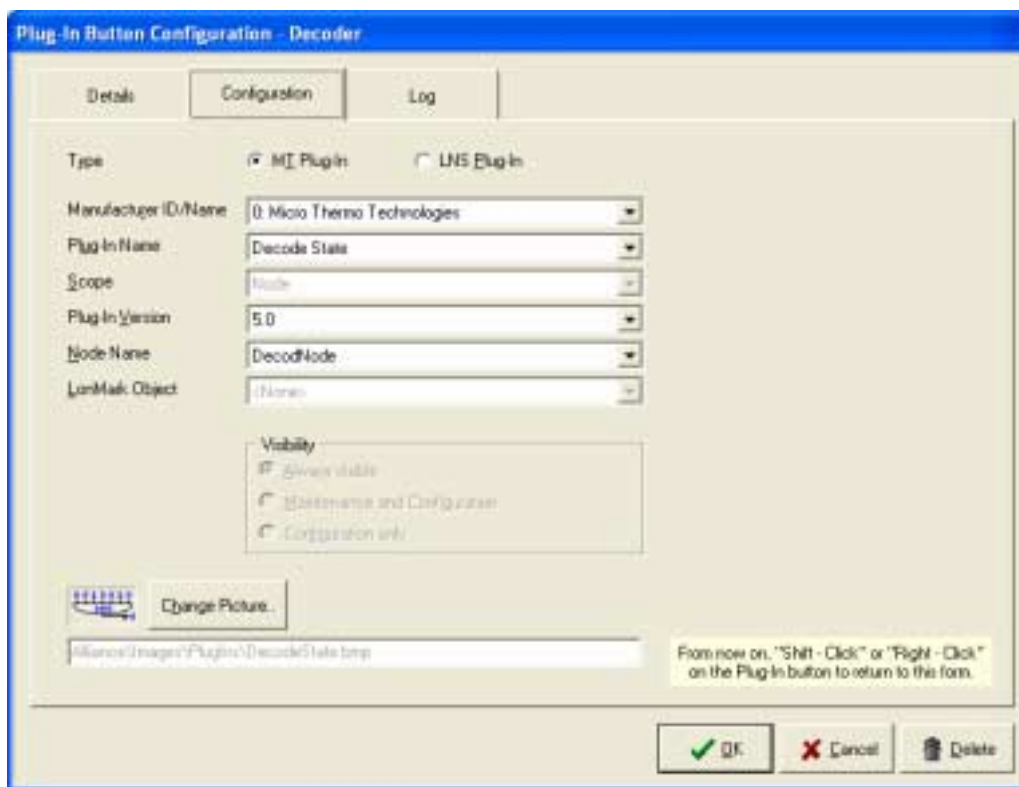

Figure 7 – Configuration du bouton du plugiciel
- 10- La fenêtre qui s'ouvre (Figure 7) vous permet de choisir la variable d'entrée **SNVT_State** à laquelle vous désirez connecter la variable **sélectionnée auparavant (nviCtrlXStCmd)**. Choisir le nœud **DecodeState** (ici **DecodeNode**) dans la liste déroulante.